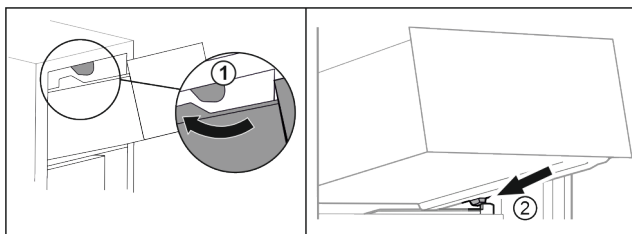

Fig. 132
- Far passare il cassetto sui fermi superiori. Fig. 132 (1)
- Applicare il cassetto inclinandolo dietro i fermi inferiori sulla nervatura del contenitore. Fig. 132 (2)